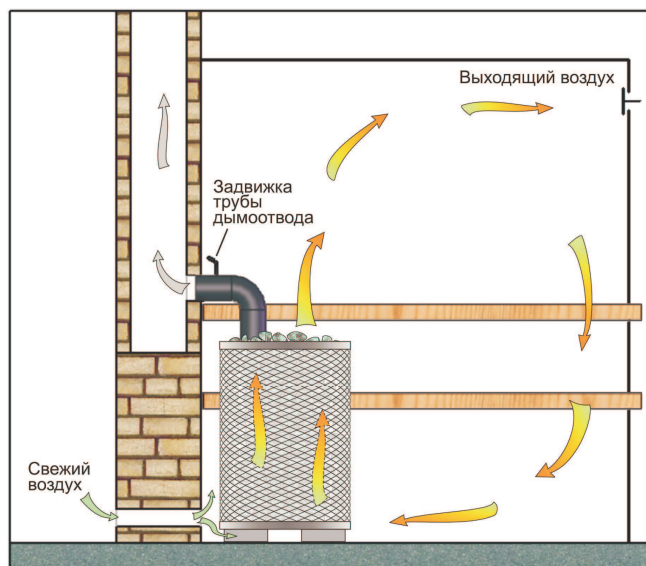

Рис. 4
Устанавливая печь в место эксплуатации, должна быть предусмотрена возможность замены печи, без разрушения стен бани, т.е. расстояние от задней стенки печи должно быть не менее 300 мм, а тоннель загрузки топлива должно свободно проходить через отверстие в стене (см. рис. 4).
- перед топкой печи должна быть негорючая основа 500x800 мм (см. рис. 4 и рис. 8);